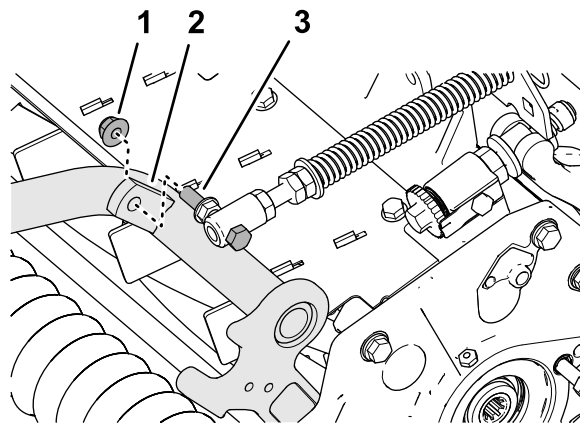

Рисунок 19
4. Установите колпачковый винт пружины компенсации состояния грунта на правый выступ несущей рамы (Рисунок 19) с помощью фланцевой контргайки (3/8 дюйма).